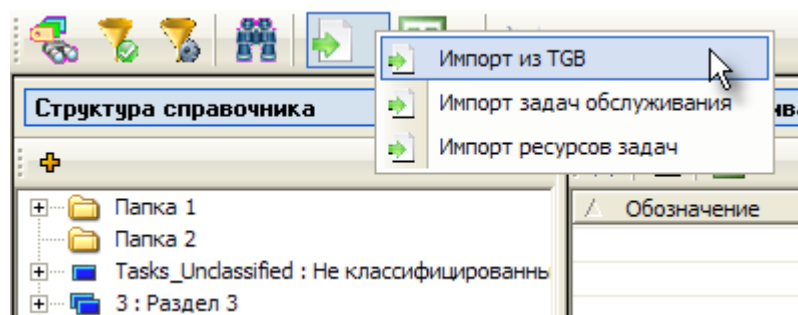

Рис. 3-29
3. Нажмите на панели управления кнопку **Импорт из TGB**  или в ее раскрывающемся меню выберите пункт **Импорт из TGB** (рис. 3-29).